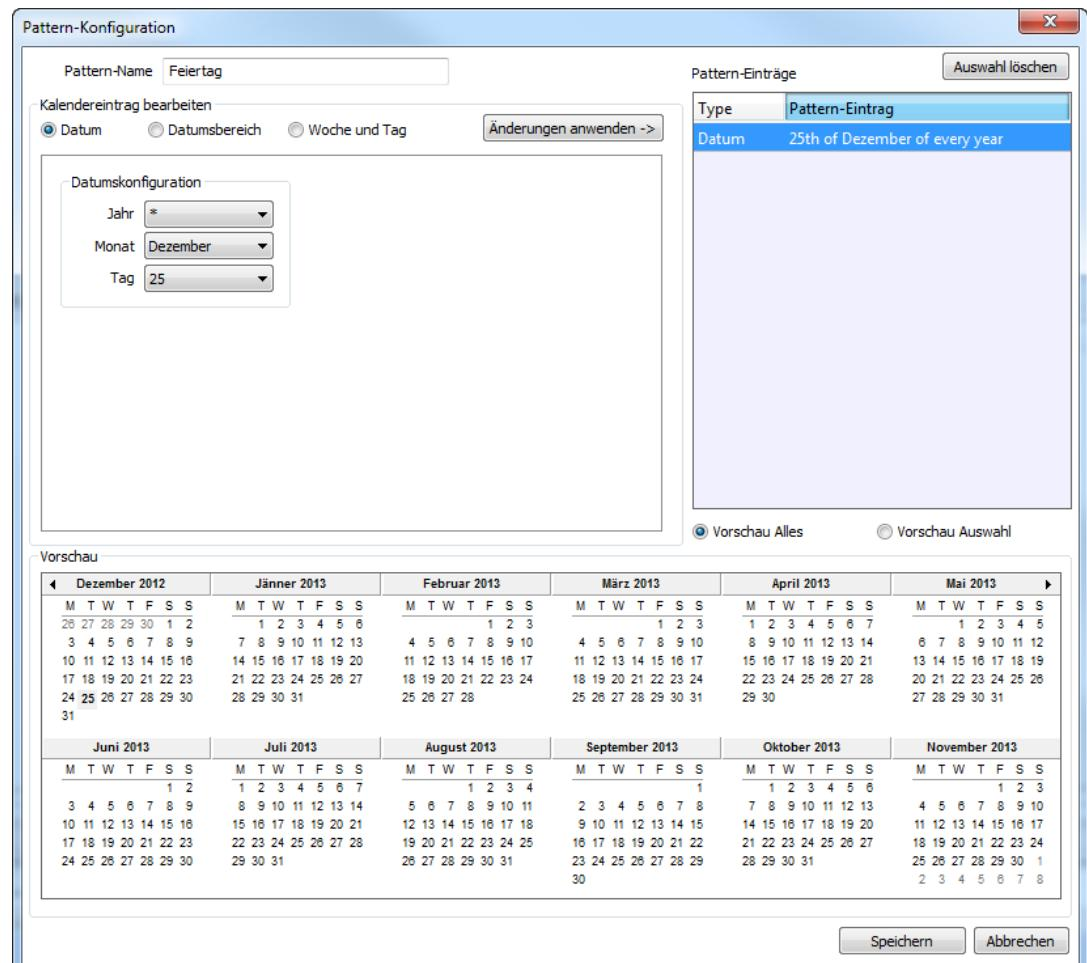

Abbildung 26: Dialogfenster zur Konfiguration eines Kalender-Patterns
- Der **Pattern-Konfiguration**-Dialog erscheint, der in Abbildung 26 dargestellt ist. Fügen Sie neue Daten hinzu indem Sie neue Datumskonfigurationen eingeben. Klicken Sie dann auf **Neuer Eintrag**. Das Datum erscheint dann in der Liste **Pattern-Einträge** auf der rechten Seite des Fensters.